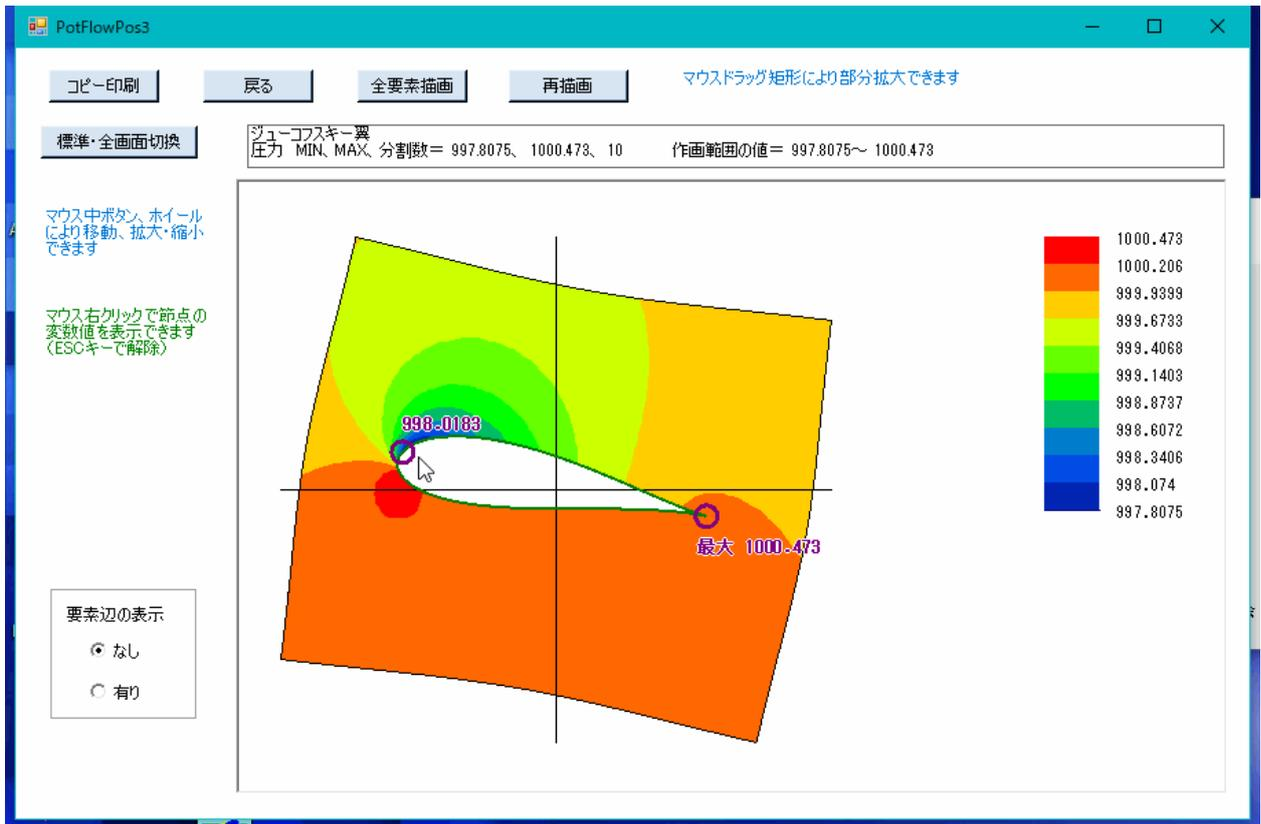

図7-13 圧力の等高線図 (マウス右クリックの節点の変数値表示有り)
- ②本画面の左側の「要素辺の表示」は、「なし」か「有り」を選択できます。選択した後に「再描画」ボタンをクリックします。
- ③マウス右クリックで任意の節点を選択すると、図7-13のように同節点の変数値が表示されます。